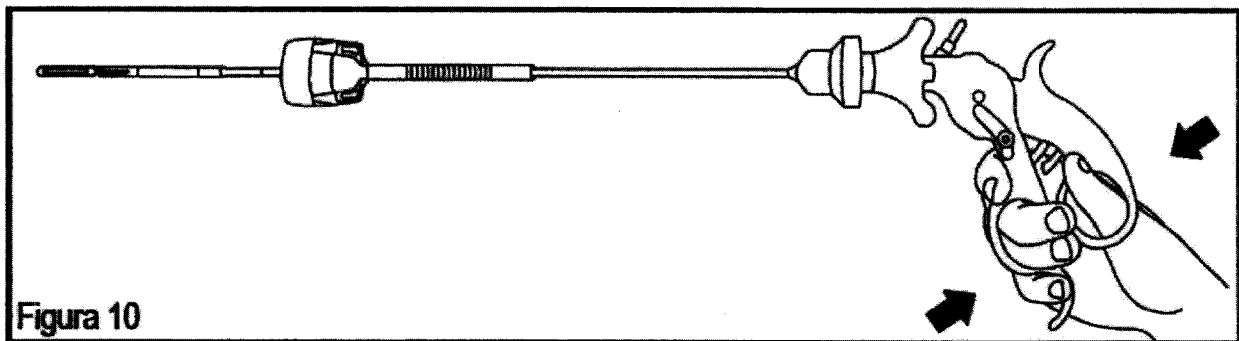

Figura 10
14. Cierre el mango (Figura 10) y, a continuación, mueva la perilla del eje de forma proximal hasta la posición bloqueada/operativa (se muestra la banda verde) (Figura 11). Se oirá un clic cuando la perilla del eje se mueva a la posición bloqueada.